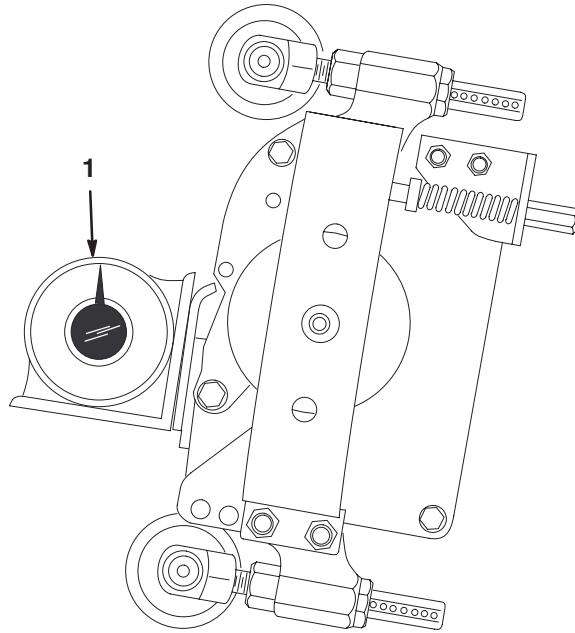

Figure 20
1. Placez un indicateur d'angle (Réf. Toro 99-3503) sur la contre-lame et relevez l'angle de la contre-lame (Fig. 20).